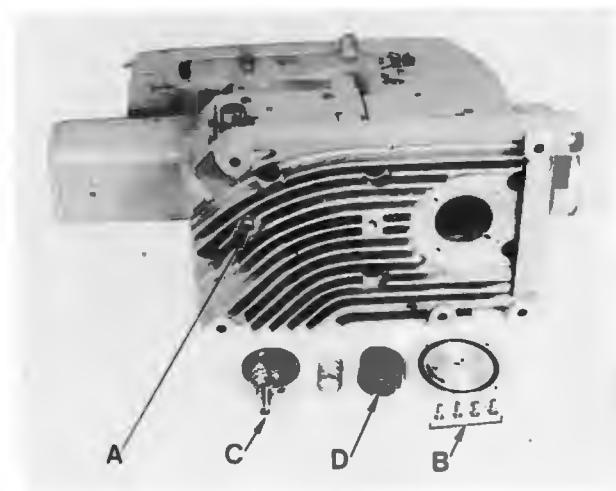
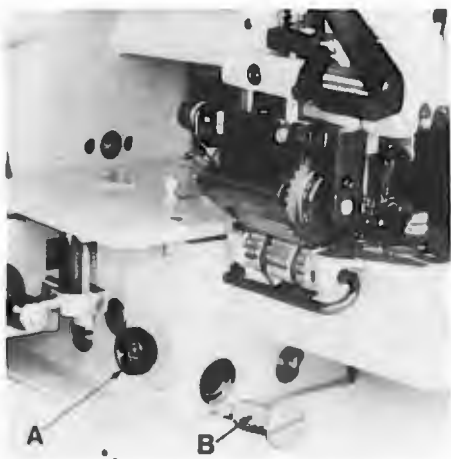

Fig. 8
Fig. 9
The main oil filter (D, Fig. 8) and the oil filter (B, Fig. 9) have to be cleaned in petroleum at every oil change.
The main oil filter (D, Fig. 8) is accessible by loosening screw (B) and (C). The oil filter (B, Fig. 9) can be removed by turning it counter clockwise.
For the daily cleaning of machine, remove the cover (A, Fig. 9).
Der Hauptölfilter (D, Fig. 8) und der Ölfilter (B, Fig. 9) müssen bei jedem Ölwechsel in Petroleum gereinigt werden.
Der Hauptölfilter (D, Fig. 8) ist nach Lösen der Schrauben (B) und (C) zugänglich. Der Ölfilter (B, Fig. 9) wird durch Drehen im Gegenuhrzeigersinn entfernt.
Für die tägliche Reinigung der Maschine entfernen Sie den Verschuß-Stopfen (A, Fig. 9).